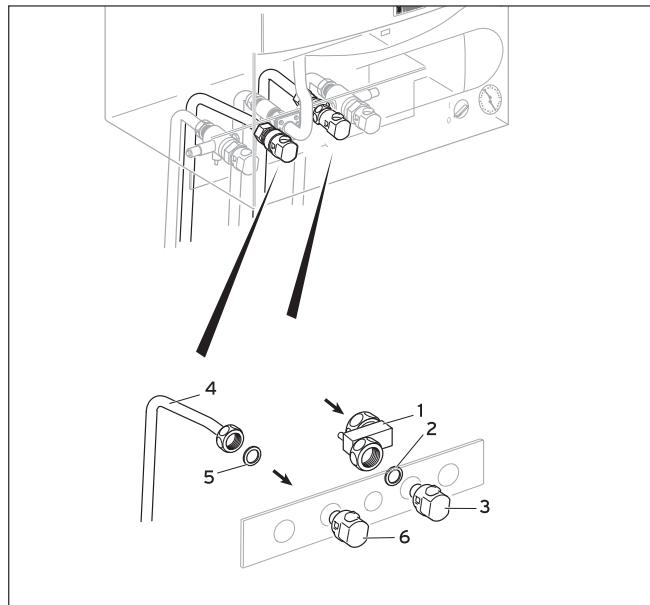

图7.10 冷水管和生活热水管的安装
**7.8 冷水管和生活热水管的连接(参见图7.10)****注意:**